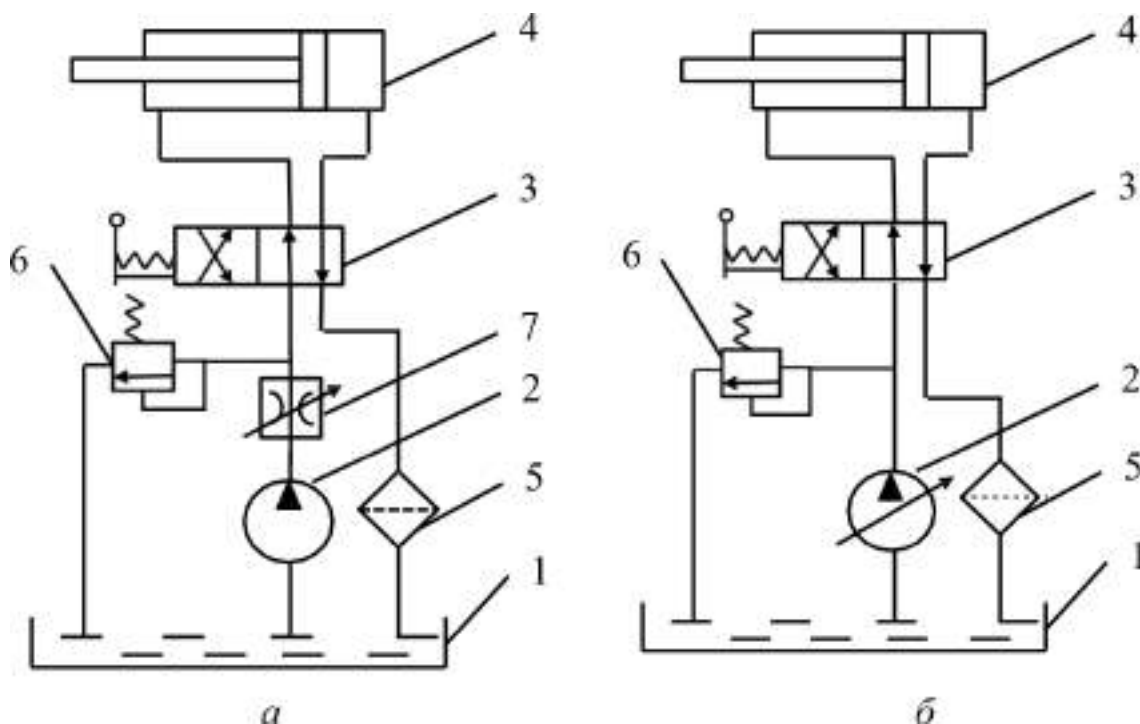

Рис. 1.5. Схемы гидроприводов с дроссельным (а) и объемным (б) регулированием:
– регулируемый гидропривод, в котором в процессе его эксплуатации скорость выходного звена гидродвигателя можно изменять по требуемому закону. В свою очередь, регулирование может быть дроссельным (рис. 1.5, а), объемным (рис. 1.5, б), объемно-дроссельным. Регулирование может быть ручным или автоматическим. В зависимости от задач регулирования гидропривод может быть стабилизированным, программным или следящим;
– гидропривод с разомкнутой системой циркуляции (рис. 1.5), в которой рабочая жидкость постоянно сообщается с гидробаком или атмосферой. Преимущество такой схемы – хорошие условия для охлаждения и очистки рабочей жидкости. Однако такие гидроприводы громоздки и имеют большую массу, а частота вращения ротора насоса ограничивается допустимыми (из условий бескавитационной работы насоса) скоростями движения рабочей жидкости во всасывающем трубопроводе.